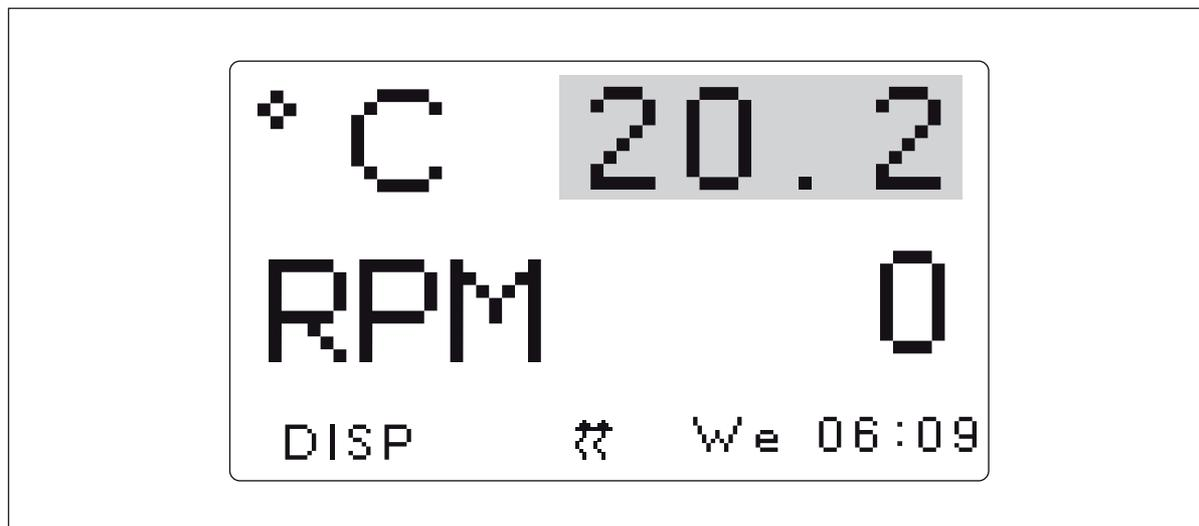

Fig. 5-4: Modification du point de consigne
2. Appuyer sur le bouton de commande pour afficher le point de consigne actuel (dans cet exemple **20,2** (voir Fig. 5-4 à la page 48), qui va se mettre à clignoter).